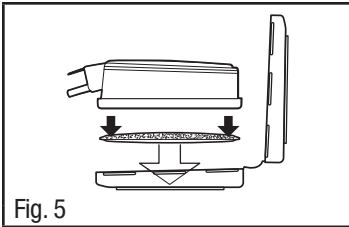

Fig. 5
1. Orienter un filtre dans la moitié la plus grande du dispositif de retenue de filtre de manière que la forme du filtre s'aligne avec la forme du dispositif de retenue de filtre. S'assurer que le côté imprimé du filtre est orienté vers le bas (Fig. 5).